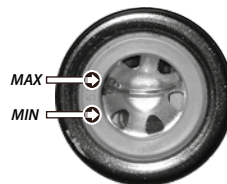

Imagen 14. Mirilla del aceite.
3. Verificar que el nivel de aceite se encuentre en la marca de máximo. Ver imagen 14.